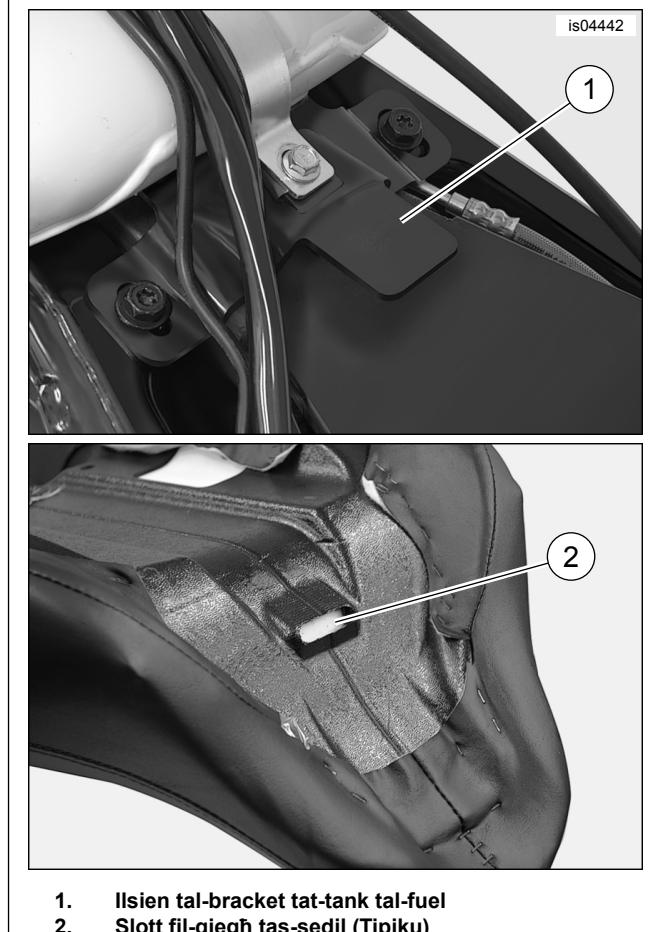

Figura 5. Immuntar ta' Quddiem tas-Sedil (Tipiku)
5. Qabbad il-konnettur tat-tišin u tat-tkessiħ tas-sedil imsaħħan mal-konnettur tac-ċirkwit tal-aċċessorju (6).
9. Ara Figura 5. Jekk installat digħi, żerżaq in-naħha ta' wara tas-sedil miċ-ċinga li żżomm magħha, min-naħha ta' quddiem, sakemm l-islott (2) fuq in-naħha ta' quddiem ta' taħt is-sedil tkun wara l-ilsien tal-immuntar tas-sedil (1) fuq il-bracket ta' wara tat-tank tal-fjuwil.